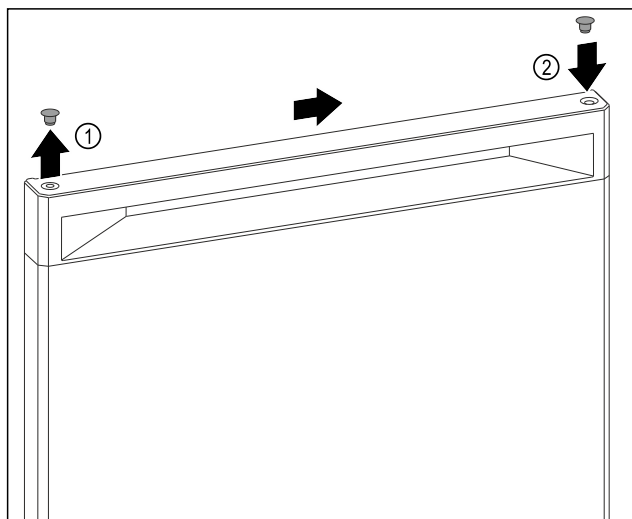

Fig. 9
- Tõstke ukse ülakülje kattekorgid Fig. 9 (1) ettevaatlikult lapikkruvikeerajaga üles.
- Pange kattekorgid vastasküljel sisse. Fig. 9 (2)